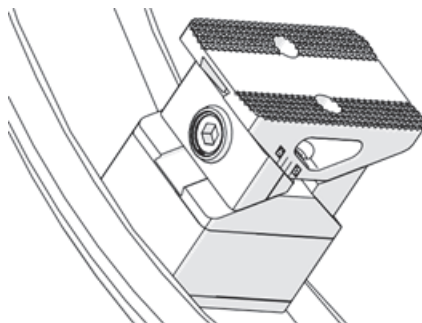

Figura 1-17 Instalación de un espaciador para pie
2. Cuando el pie haya sido retirado, instale o extraiga el espaciador según lo requerido con respecto al tamaño de la tubería (ver Figura 1-17 en la página 39).